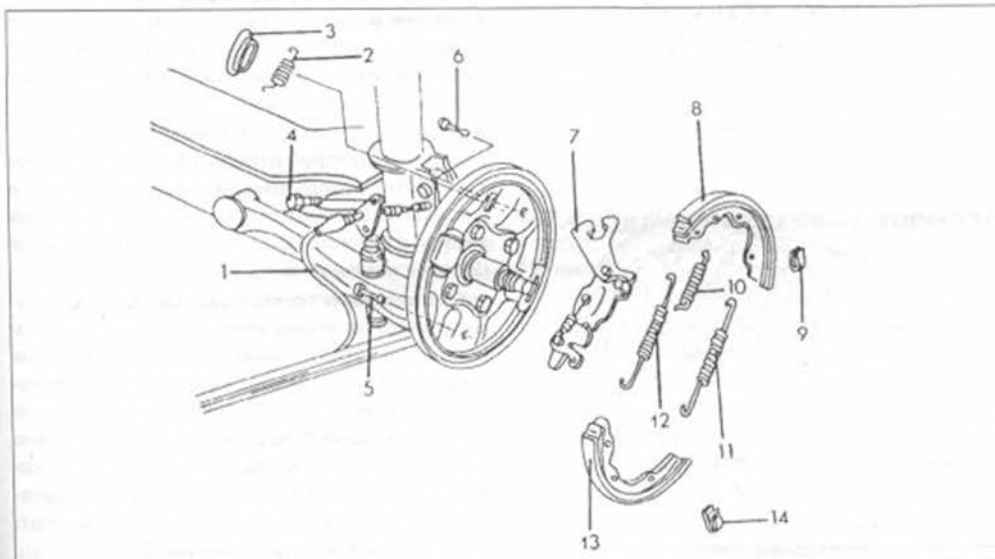
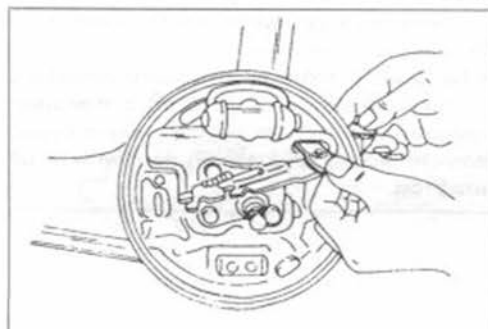

Рис. 226.
Рис. 228.
- Вставить рычаг управления ручным тормозом снаружи через отверстие в плите суппорта тормозного механизма (рис.228) и закрепить возвратную пружину и рычаг на задней стороне плиты суппорта. Это пружина (2), показанная на рис.226.
- Отжимаемую тормозную колодку (8) насадить на рычаг управления и после этого установить в цилиндр тормоза колеса и напротив опоры плиты суппорта тормозного механизма. Колодки закрепить с помощью анкерного штифта и зажима пружины. Для этого нужно сжать зажим пружины, пока не пролезет головка штифта, и после этого зажим повернуть на 90°, чтобы защитить штифт. Установить пружину (10) на рис.226.